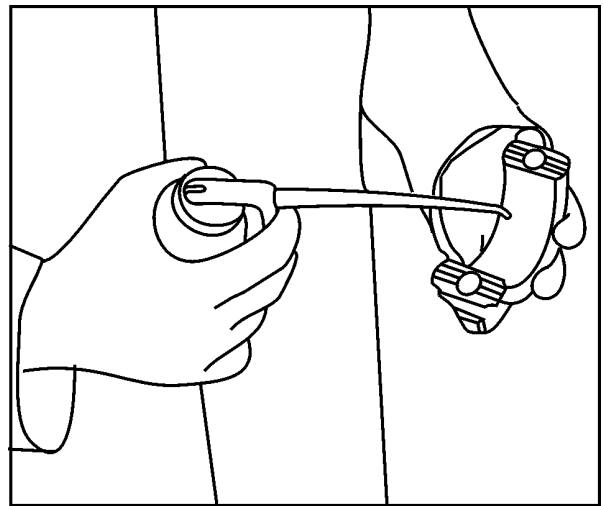

FIG 24
5. Monte o casquilho novo na capa da biela, posicionando as travas corretamente. Lubrifique o casquilho, **Fig. 24** e o moente da árvore de manivelas.